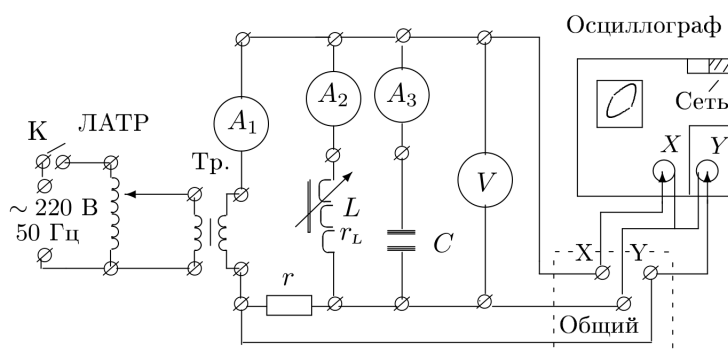

Рис. 1. Схема для исследования резонанса токов
Экспериментальная установка: Схема экспериментальной установки приведена на рис. 1. Напряжение от сети (220В, 50Гц) с помощью ЛАТРа через понижающий трансформатор Тр подается на параллельный контур, содержащий конденсатор ($C = 120\text{мкФ}$) и катушку, индуктивность которой зависит от глубины погружения сердечника. Полный ток в цепи измеряется с помощью многопредельного амперметра A_1 ; для измерения токов в L - и C -ветвях используются два одинаковых амперметра A_2 и A_3 ; напряжение на контуре контролируется электронным вольтметром V . Последовательно с контуром включен резистор r — реостат с полным сопротивлением $\simeq 100\text{Ом}$.
1. Соберем схему согласно рис. 1. Для амперметров A_2, A_3 установим пределы измерения — 1 А, для A_1 — 0.5 А. Полностью введем сердечник в катушку. По шкале на корпусе катушки это соответствует минимальному делению.